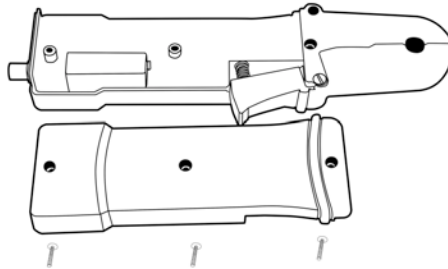

Abbildung 5: Einsetzen der Batterie
(1) Die Sonde soll vom Stromkreislauf entfernt werden.
(2) Öffnen Sie das Batteriefach, lösen und entfernen Sie die Schrauben auf der Rückseite der Sonde. Open the battery compartment by loosening and removing the three screws on the back of the probe. Dann entfernen Sie die Rückabdeckung.
(3) Unter Beachtung der Polarität befestigen Sie die neue Alkali Batterie an den Anschlussknöpfen, dann setzen Sie die Batterie in das Batteriefach ein, wie in Abbildung 5 dargestellt.
(4) Die Abdeckung wird wieder eingesetzt und die drei Schrauben werden wieder leicht angezogen.